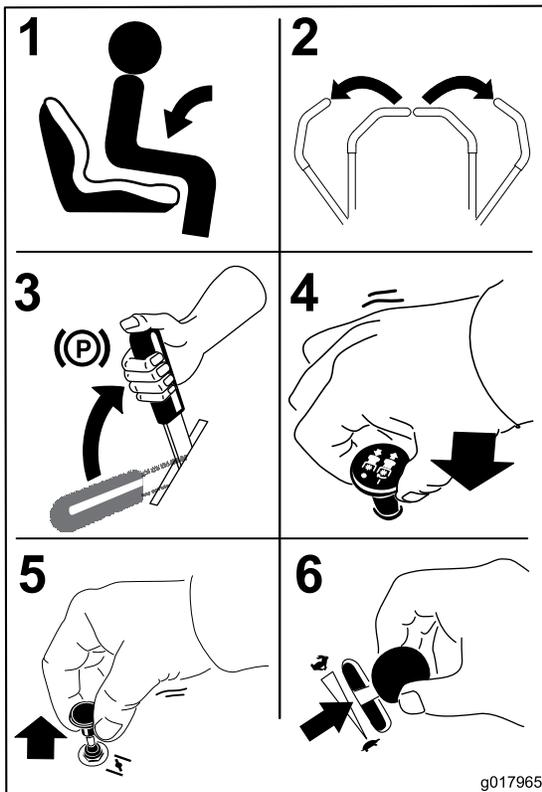

Figure 19
1. Asseyez-vous sur le siège (Figure 19) et attachez la ceinture de sécurité.
2. Écartez les commandes de déplacement vers l'extérieur en position de verrouillage au point mort (Figure 19).
3. Serrez le frein de stationnement (Figure 19); voir Serrage du frein de stationnement.
4. Placez la commande des lames (PDF) en position désengagée (Figure 19).